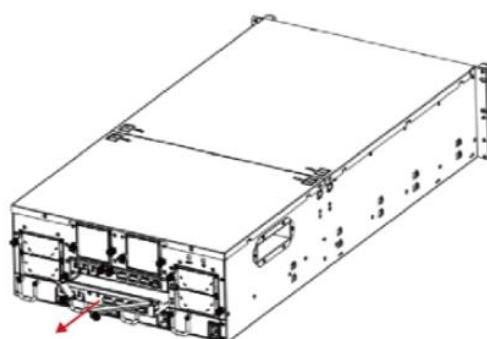

Рисунок 142 - Демонтаж модуля Expander
- 3) Удерживать рычаг, чтобы вытащить экспандера из корпуса модуля хранения (см. Рисунок 142).